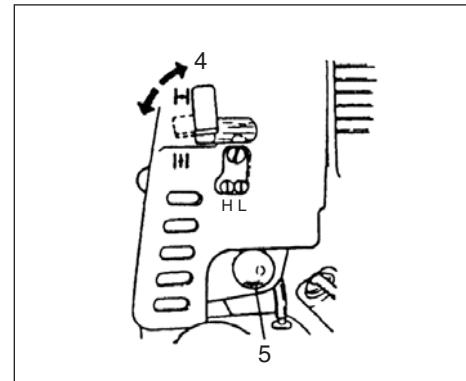

Fig.2-3
- * Pressione a bomba de enchimento (5) várias vezes, para que o combustível passe pela manga de retorno (não fornecido com todos os modelos) (Fig. 2-3)
3. Coloque a alavanca do ar na posição CLOSED (fechado) (4). (Fig. 2-3)